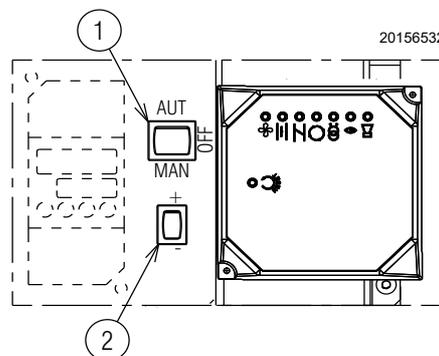
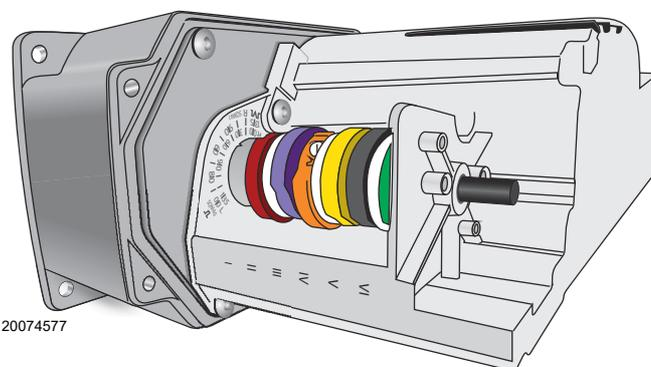
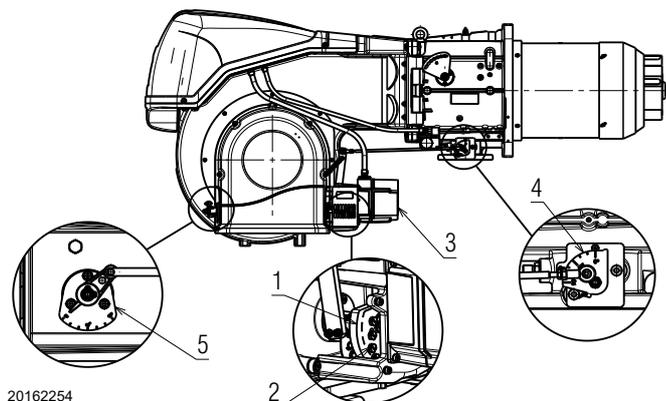
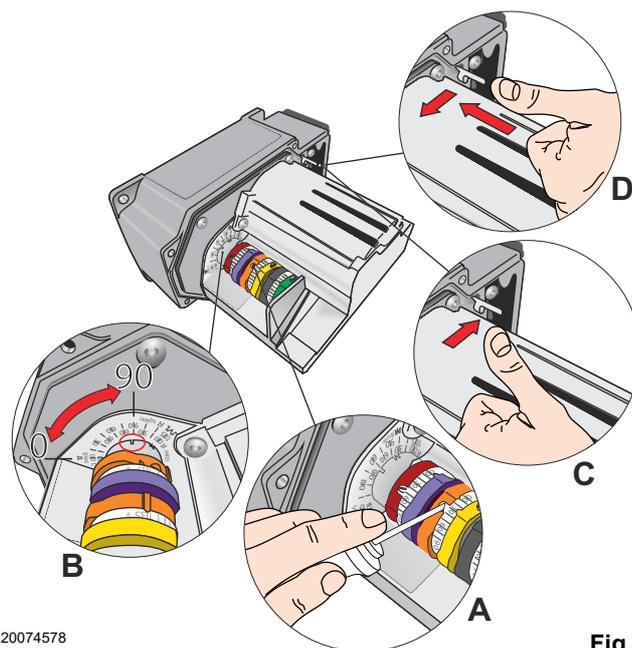

Fig. 27
Fig. 28
Fig. 30
Fig. 31
Mettre le sélecteur 1)(Fig. 27) dans la position « MAN ».
- mettre l'interrupteur 1)(Fig. 27) en position « OFF » et attendre que la boîte de contrôle effectue la phase d'extinction ;
Le servomoteur (Fig. 28) règle en même temps le volet d'air et, à travers la came mécanique à profil variable, le papillon à gaz. Il effectue une rotation de 90° en 30 s.
Le réglage de l'air est effectué en modifiant l'angle de la came III) (Fig. 28 à la page 24) et au moyen du sélecteur 2)(Fig. 27 à la page 23). Pour le réglage de la came du servomoteur, voir Fig. 31 A).
Dans la description précédente, le brûleur est resté allumé, fonctionnant à la puissance minimale. Appuyer maintenant sur le bouton 2)(Fig. 27 à la page 23) « augmentation de puissance » et le maintenir enfoncé jusqu'à ce que le servomoteur ait ouvert le volet d'air et le papillon gaz.
Le réglage de l'air est effectué en modifiant l'angle de la came I) (Fig. 28 à la page 24) et au moyen du sélecteur 2)(Fig. 27 à la page 23). Pour le réglage de la came du servomoteur, voir Fig. 31 A).
Légende (Fig. 30)
Appuyer sur le bouton 2)(Fig. 27 à la page 23) « Diminution de puissance » et le maintenir enfoncé jusqu'à ce que le servomoteur se mette (Fig. 31 B) sur le réglage effectué en usine et en réglant par conséquent le volet d'air 5) et le papillon gaz 4) (Fig. 30 à la page 25).
Modifier progressivement le profil initial de la came mécanique 1) Fig. 30 à la page 25, en agissant sur les vis 2).
Par exemple, régler la puissance minimum à 800 kW, contrôler les émissions et éventuellement augmenter ou diminuer l'ouverture du volet d'air (Voir «Réglage de l'air» à la page 25.). Remettre la puissance à 800 kW en agissant sur les vis 2) de la came mécanique 1)(Fig. 30 à la page 25) et vérifier les émissions.
Le réglage de l'air est effectué en modifiant l'angle de la came III) du servomoteur (Fig. 28 à la page 24) et au moyen du sélecteur 2)(Fig. 27 à la page 23). Pour le réglage de la came du servomoteur, voir Fig. 31 A, page 25).
Pour l'éventuel réglage de la came III, voir Fig. 31 A) et B).
Après avoir réglé la puissance maximale et minimale du brûleur, on effectue le réglage du gaz sur plusieurs positions intermédiaires du servomoteur. Le passage d'une position à la suivante est obtenu en maintenant le bouton 2) enfoncé sur le symbole (+) ou (-) (Fig. 27 à la page 23). Appuyer légèrement sur le bouton 2)(Fig. 27 à la page 23) « Augmentation de puissance » afin que le servomoteur tourne d'environ 20°, voir index gradué servomoteur Fig. 31 B) et index gradué volets d'air 5) (Fig. 30 à la page 25).
Visser ou dévisser la vis 2) de la came mécanique (Fig. 30 à la page 25) choisie pour augmenter ou diminuer le débit de gaz de façon à l'adapter au débit correspondant d'air pour obtenir une combustion optimale.
Éteindre le brûleur en agissant sur l'interrupteur 1)(Fig. 27), position OFF, désolidariser la came mécanique 1)(Fig. 30 à la page 25) pour séparer les engrenages du servomoteur, en appuyant et en déplaçant le bouton 3)(Fig. 31 D, page 25) vers le bas et vérifier plusieurs fois en tournant manuellement la came mécanique 1)(Fig. 30 à la page 25) en avant et en arrière que le mouvement est souple et sans points durs.
Il est recommandé de fixer à nouveau la came mécanique 1)(Fig. 30 à la page 25) au servomoteur en déplaçant le bouton 3)(Fig. 31 C, page 25) vers le haut.